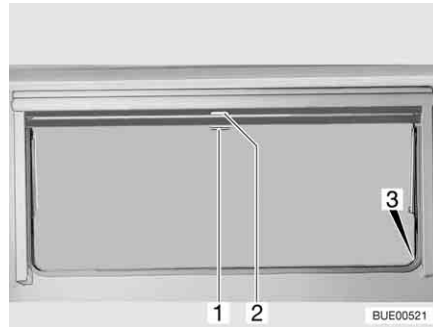

Fig. 31 Finestra apribile
- Tirare verso il basso l'oscurante a rullo accompagnandolo con la maniglia (Fig. 31,2). Quando si chiude completamente l'oscurante a rullo esso va agganciato da entrambi i lati al telaio della finestra nell'apposito elemento di fissaggio (Fig. 31,3).
- Quando l'oscurante a rullo è completamente chiuso: Spingere la maniglia (Fig. 31,2) verso il basso tirandola leggermente verso l'interno. Sganciare l'oscurante a rullo dagli elementi di fissaggio a destra e a sinistra del telaio della finestra.
- Quando l'oscurante a rullo si trova in posizione intermedia: Tirare la maniglia (Fig. 31,2) leggermente verso il basso finché l'elemento di fissaggio non si è sganciato.
- Tirare la maniglia (Fig. 31,1) della zanzariera a rullo verso il basso e agganciarla all'elemento di fissaggio (Fig. 31,3) su entrambi i lati del telaio della finestra.
- Spingere la maniglia (Fig. 31,1) verso il basso tirandola leggermente verso l'interno. Sganciare la zanzariera a rullo dagli elementi di fissaggio a destra e a sinistra del telaio della finestra.